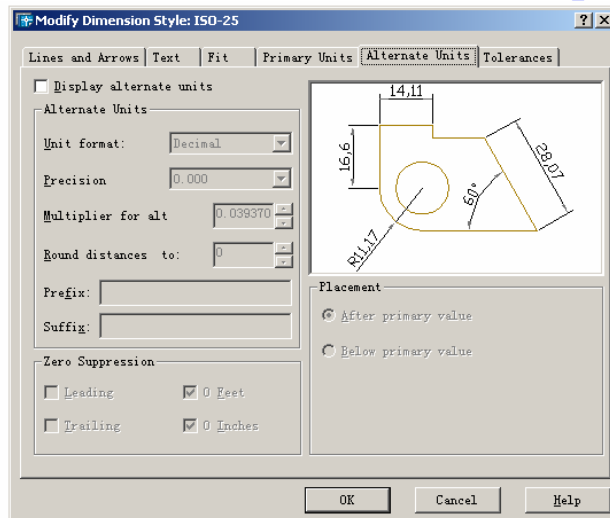

图 8-30 Alternate Units 选项卡
5) **Alternate Units** 选项卡 用户如选取 **Alternate Units** 选项卡，将弹出图 8-30 所示的修改尺寸标注样式 **Alternate Units** 选项卡的对话框界面。